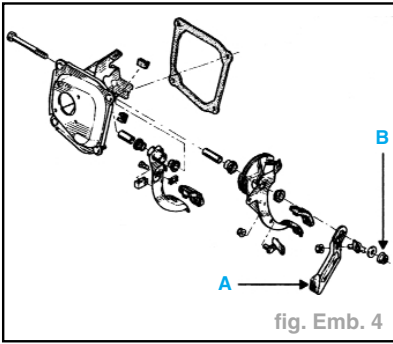

fig. Emb. 4
- le raidisseur et l'écrou (A) (fig. Emb. 4),
- l'écrou de l'axe du pédalier (B).
- Placer le raidisseur en position et approcher l'écrou (A) de fixation sans le serrer (fig. Emb. 4).
- Reposer l'écrou (B) de l'axe de pédalier.
- Serrer l'écrou (A).